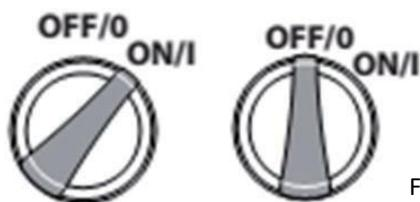

Fig. 3
5. Placez l'interrupteur d'alimentation sur la position "I" (fig. 3).
2. Placez l'interrupteur sur la position "O" (fig. 3).
2. Éteignez l'interrupteur d'alimentation (position "O", fig. 3).